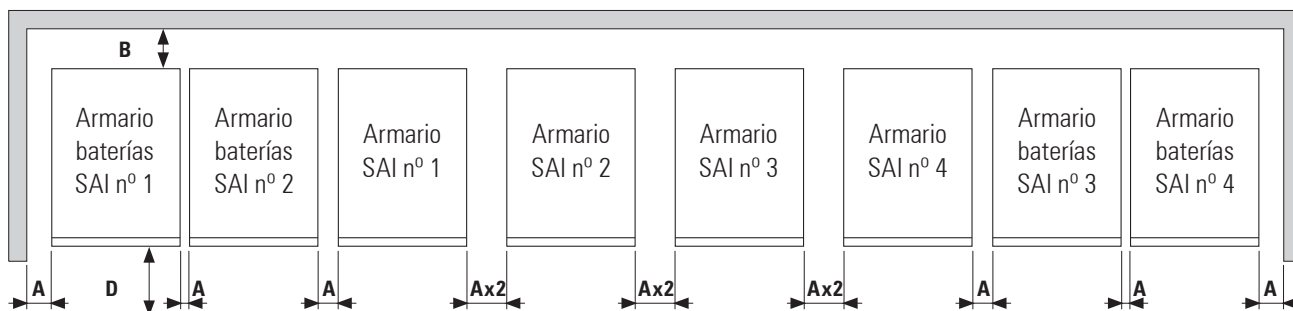

Fig. 31. Cotas mínimas periféricas para la ventilación de un sistema.
- En la Fig. 31 se representa un ejemplo de 4 equipos en paralelo con su respectivo armario de baterías. Para sistemas de menos unidades actuar en consecuencia según cada caso.